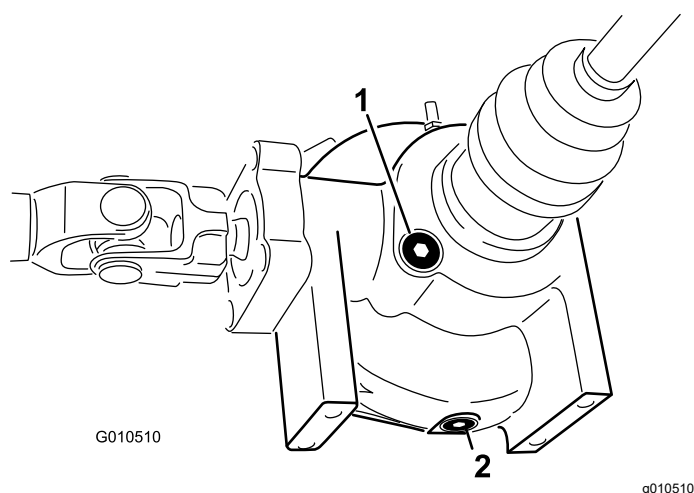

Figura 43
4. Curăai zona din jurul capacului de umplere/verificare de pe partea diferențialului (Figura 43).
4. Curăai zona din jurul bușonului de golire din partea diferențialului (Figura 43).